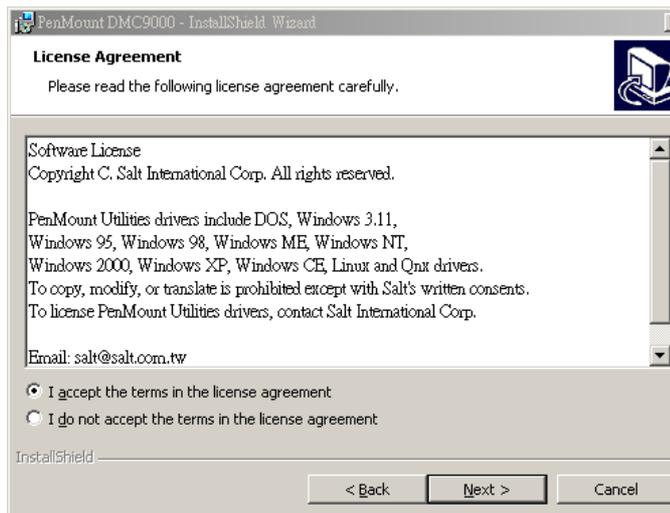

Abbildung 7-25: Lizenzvereinbarung
Schritt 4: Die Lizenzvereinbarung in **Abbildung 7-25** wird angezeigt. Stimmen Sie der Vereinbarung zu, indem Sie **“I accept the terms in the license agreement”** wählen.